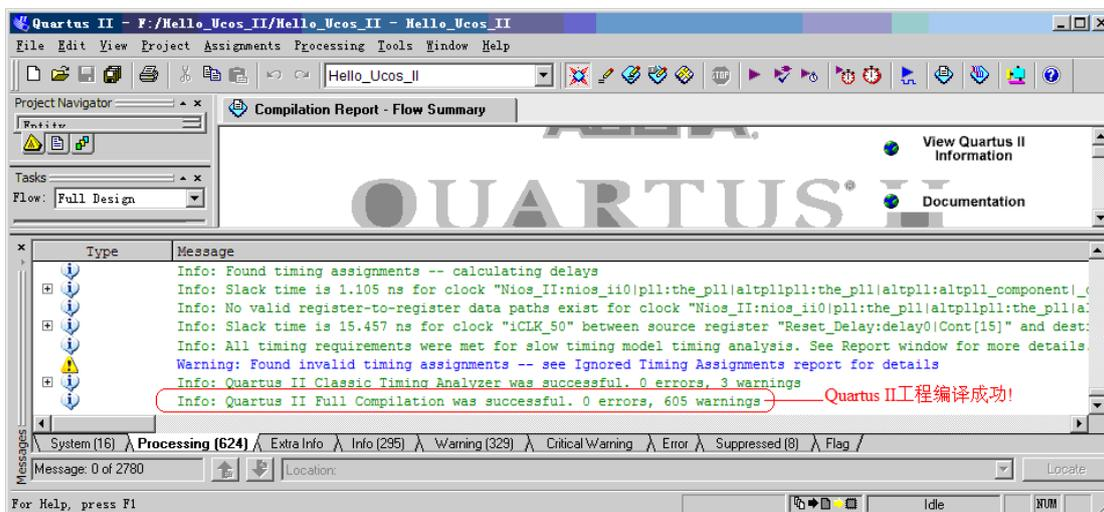
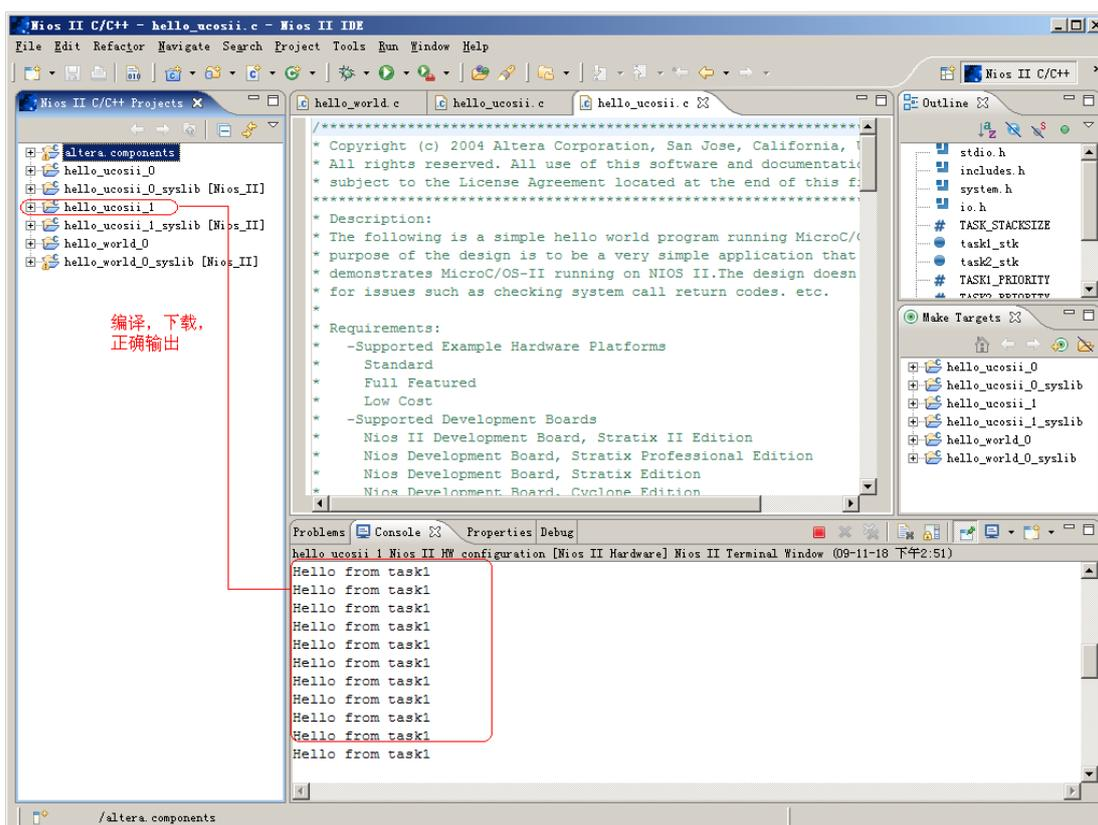

图 11-73 既有 Quartus 工程编译成功
图 11-74 NIOS-II 环境下运行的 C 程序向 JTAG_UART 口输出 Hello 信息成功
- ②编译 **Quartus II** 的 **FPGA** 工程。参看图 11-73。
- ③在 **Nios II** 集成开发环境打开该工程的 **C/C++**应用工程
- ④运行输出到 **JTAG_UART** 口的 C 代码。参看图 11-74。